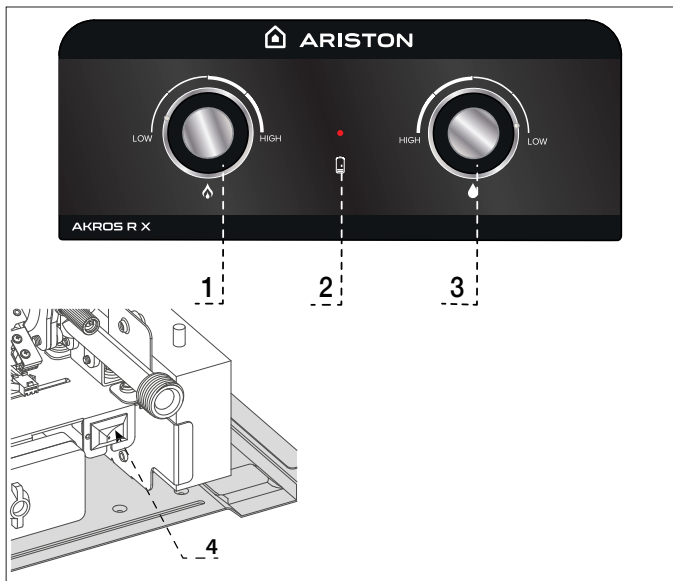

Figura 1 - Panou de control și buton Pornit/Oprit
- Porniți: apăsați butonul de pornire/oprire (vezi Figura 1 - Panoul de control și butonul On/Off nr.: 4)
- Oprire: apăsați butonul pornit/oprit (vezi Figura 1 - Panoul de control și butonul On/Off nr.: 4)
Butonul de gaz (a se vedea figura 1 - Panou de control și buton Pornit/Oprit nr.: 1) reglează puterea maximă a arzătorului. Rotirea în sensul acelor de ceasornic va crește puterea maximă a arzătorului, dacă rotirea în sensul invers acelor de ceasornic scade puterea maximă a aparatului.
Butonul de apă (vezi Figura 1 - Panou de control și buton Pornit/Oprit nr.: 2) reglează debitul maxim de apă permis să treacă prin arzător. Dacă se rotește în sensul acelor de ceasornic, se va reduce debitul maxim de apă în aparat. Dacă rotirea în sensul invers acelor de ceasornic va crește debitul maxim de apă în aparat
Când bateriile sunt cu putere scăzută, lumina roșie a bateriei se aprinde (vezi Figura 1 - Panou de control și buton Pornit/Oprit nr.:4). Bateriile trebuie înlocuite cu unele noi încărcate complet.